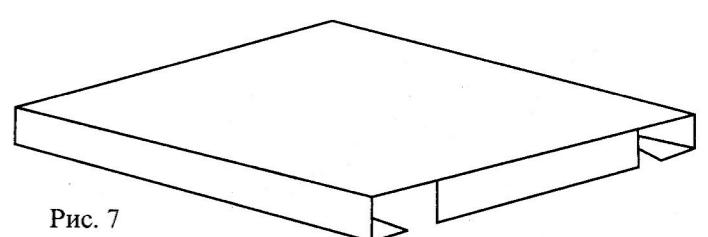

Рис. 7
**Полка** (6 шт.) с боков приварены уголки для установки их в шкафу. (Рис. 7)